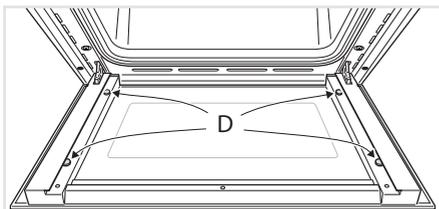

Fig. 6.12a
- Verificare che i 4 distanziatori "D" siano nella loro posizione (fig. 6.12a).